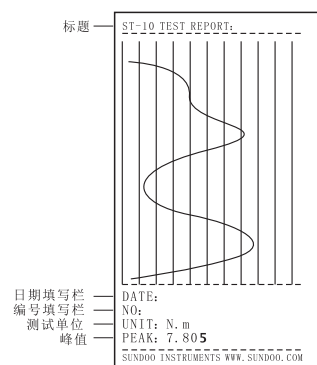

图 1
- 1、当串口输出模式设定为Pr.1时，为输出至微型打印机打印单次测试值曲线。按下“**打印**”键，液晶显示屏显示“Print”，同步打印测试曲线，打印样张（第12页图1）。